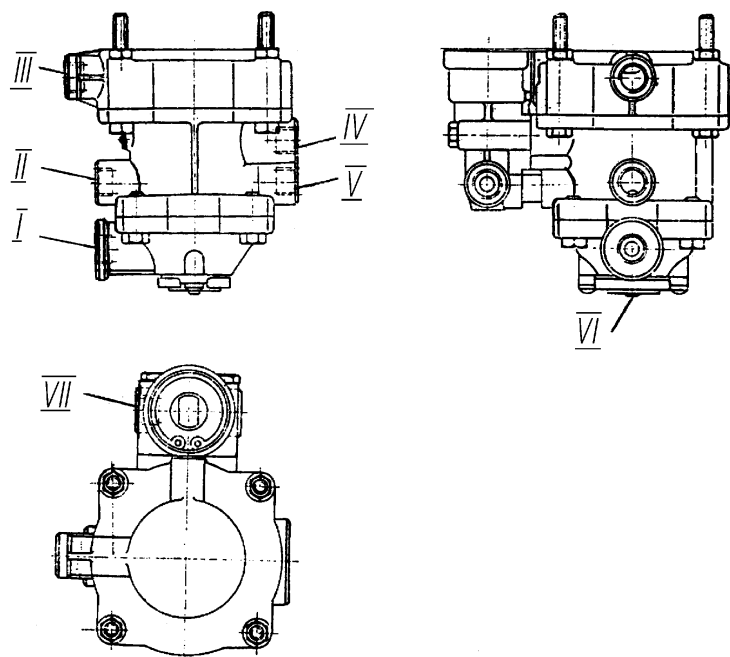

Рис. 18. Клапан управления тормозами прицепа с двухпроводным приводом и клапаном обрыва:
На стр. 116 рис. 75 «Клапан управления тормозами прицепа с двухпроводным приводом» меняется на новый (рис. 18). Также меняется текст:
**«Клапан управления тормозами прицепа с двухпроводным приводом и клапаном обрыва»** (рис. 18) предназначен для управления двухпроводным приводом тормозов прицепа. В случае повреждения или обрыва управляющей магистрали прицепа обеспечивает падение давления в питающей магистрали, что приводит к автоматическому торможению прицепа.